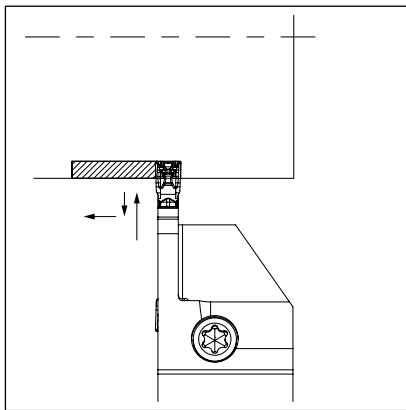

Abbildung 1
1. Einstechtiefe über 0,5 mm: Für das Schrumpfen – siehe Abbildung 1